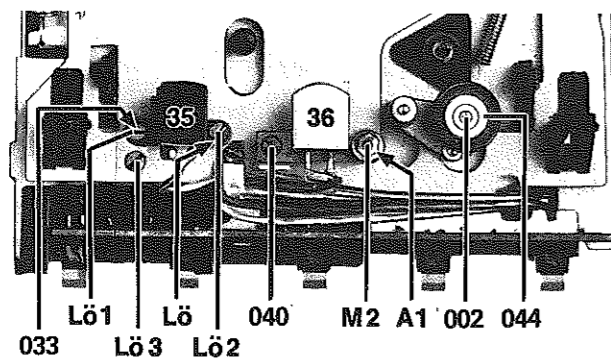

Fig. 15
24. Remplacement du galet presseur (Fig. 15)
25. Remplacement de la tête (Fig. 15)